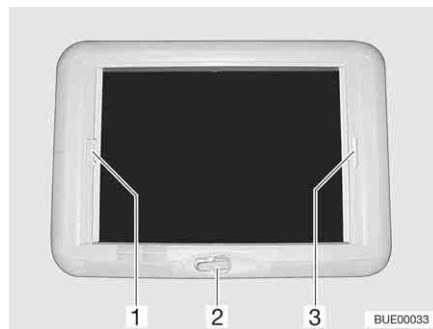

Bild 71 Vevmanövrerad taklucka
Öppna: ■ Vrid på handveven (Bild 71,2) tills ett motstånd känns (max öppningsvinkel 70°).
Stänga: ■ Drag i plisségardinens handtag (Bild 71,3) och släpp i önskad position. Plisségardinen stannar i denna position.
- Drag, med handtaget (Bild 71,1), insektsskyddet till plisségardinens handtag (Bild 71,3) på den motsatta sidan, där det hakas i.
- Tryck insektsskyddet handtag (Bild 71,1) bakåt, uppåt och haka av insektsskyddet från plisségardinen (Bild 71,3).